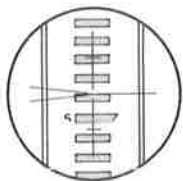

図3.7
3) 微動ねじ⑤を回して視野の中央近くに目標物を入れ、合焦つまみ⑩を回して目標物にピントを合わせます。(図3.7)